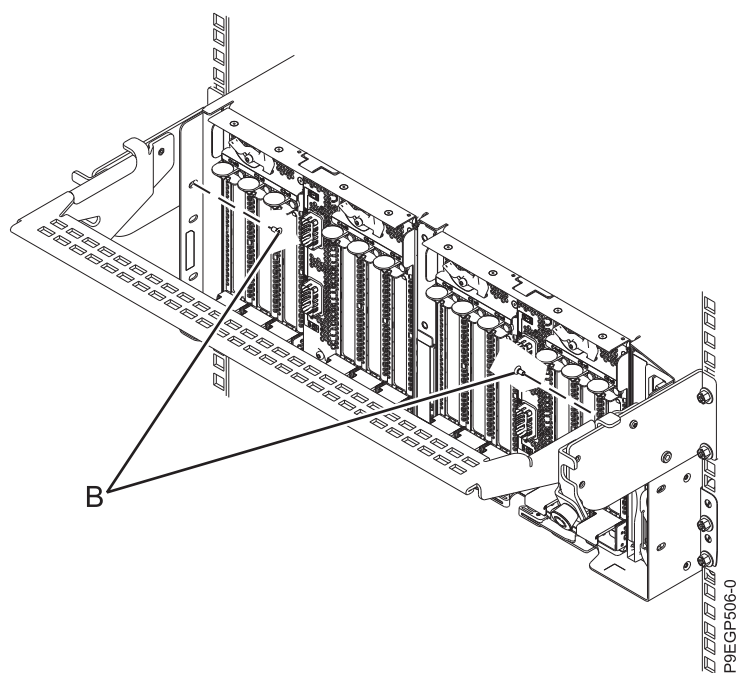

Abbildung 14. Sicherungsschrauben anlegen
12. Um den Einschub am Rack zu befestigen, legen Sie die zwei Sicherungsschrauben (**B**) an (siehe Abb. 14).